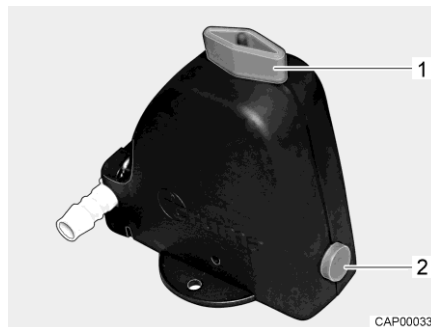
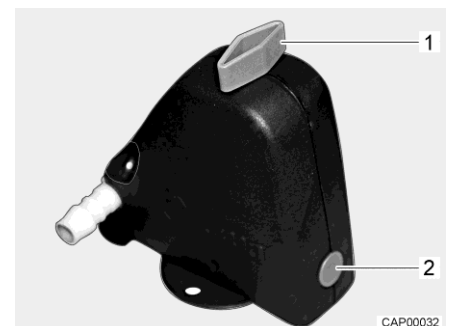

Bild 96 Sicherheits-/Ablassventil geöffnet
Bild 97 Sicherheits-/Ablassventil geschlossen
- Sicherheits-/Ablassventil schließen. Dazu Drehknopf (Bild 96,1) quer zum Sicherheits-/Ablassventil drehen und Druckknopf (Bild 96,2) hineindrücken. Das geschlossene Sicherheits-/Ablassventil ist in Bild 97 dargestellt. Bei Temperaturen unter 6 °C lässt sich das Sicherheits-/Ablassventil nicht schließen.